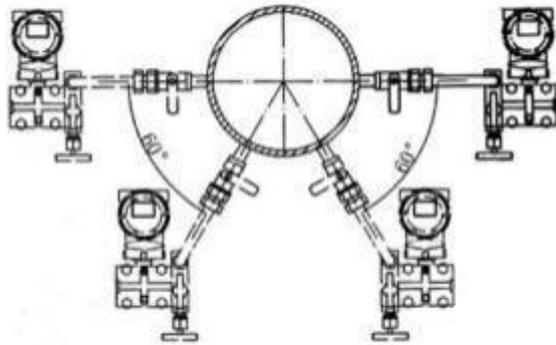

图 4：液体流量测量水平管道安装图
① 如图 4 和 5 所示：测量液体和水蒸汽介质流量时，取压管口最佳安装角度为  $0^\circ$  和  $180^\circ$ ；如果在  $0^\circ$  和  $180^\circ$  不可能安装时，可在  $0^\circ \sim 60^\circ$  和  $120^\circ \sim 180^\circ$  范围内选择。但差压变送器必须垂直安装在三阀组的垂直端面上。